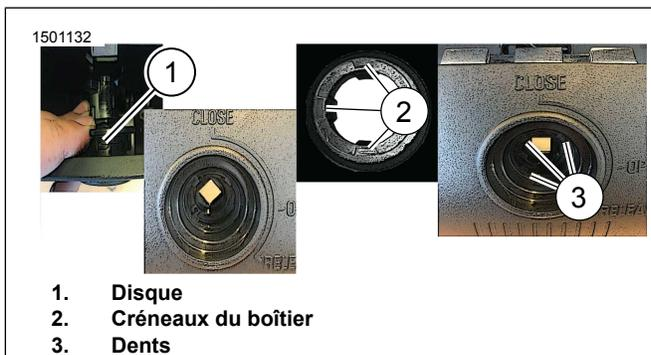

Figure 7. Boîtier
- Figure 7 Positionner le disque (1) manuellement.
- Figure 7 Aligner les trois fentes (2) sur le boîtier avec les trois dents (3) du levier de dégagement.